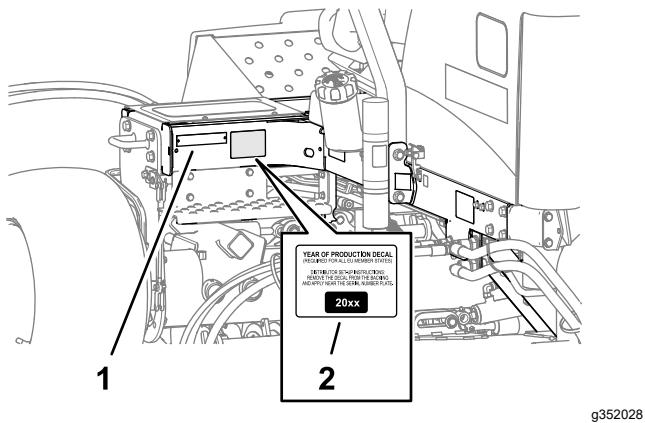

Figura 37
1. Limpie con alcohol el bastidor izquierdo junto a la placa de modelo/número de serie y deje que se seque el bastidor (Figura 37).
2. Retire el reverso de la pegatina del año de producción y péguela en el bastidor, junto a la placa del número de serie, tal y como se muestra en la Figura 37.